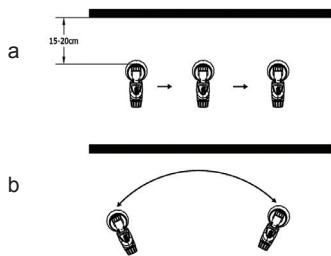

Fig. 2
- Când material de acoperire se bazează duza (A) și capacul de aer (B) (Fig. 2), și două părți curate cu solvent sau apă.